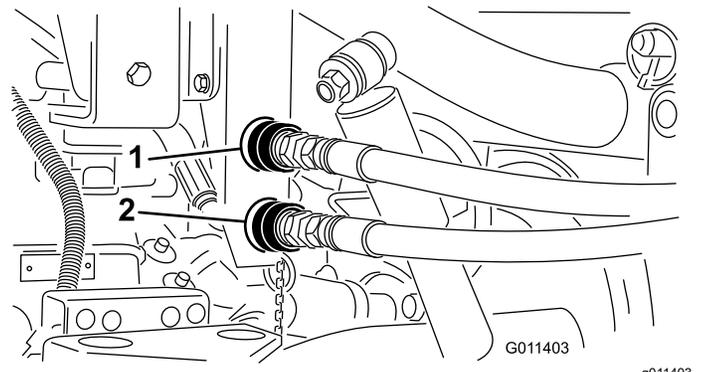

図 18
1. トップドレッサのホースのクイックカップラを十分にきれいにする図 18。
**注** 図 18 に示されているカップラは、シリアル番号が 239999999 以前の車両のものです。